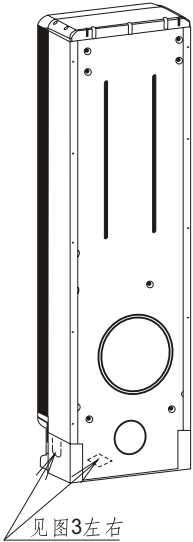

图1
- 在机组安装时，为了连接管、连接线的安装引出，请将图1中底座预留孔的塑料部分或后板下方和左右预留孔的金属部分去除。